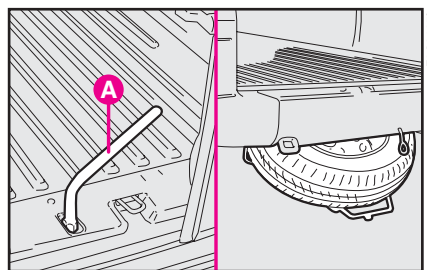
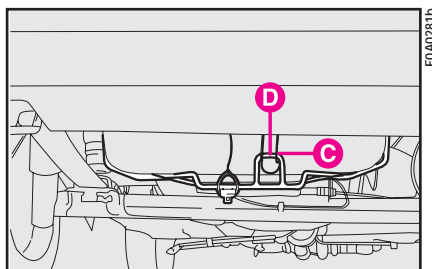
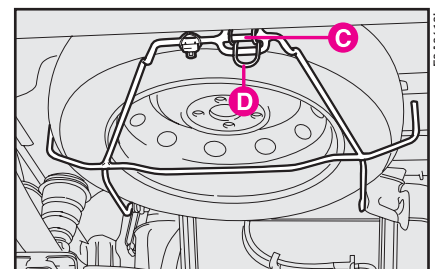

рис. 6
рис. 15
рис. 16
6) С помощью ключа **A** ослабьте болт крепления запасного колеса (рис. 6).
2) Зацепите верхнюю часть крепёжного приспособления **С** за крюк **Д** (рис. 15) и затяните стопорный болт (рис. 6).
пёжного приспособления **С** за крюк **Д** (рис. 16) и затяните стопорный болт (рис. 6).
Ремкомплект состоит из (рис. 16а):
рис. 16а
– инструкции по применению (рис. 16б), содержащей необходимые указания по использованию ремкомплекта (данную инструкцию следует передать техперсоналу, который будет производить ремонт восстановленной шины)
рис. 16б
– Включите стояночный тормоз. Отверните колпачок золотника, достаньте трубку **A** и наверните гайку **B** на золотник (рис. 16с);
рис. 16с
рис. 16е